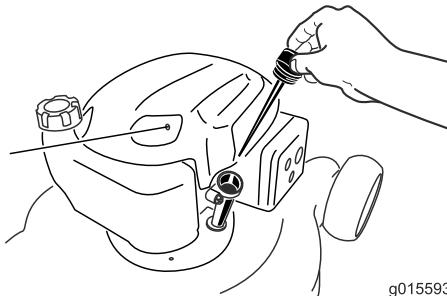

Figura 15
2. Rimuovete l'asta di livello, pulitela e inseritela nel tubo di riempimento dell'olio fino in fondo, ma **senza avitarla** (Figura 15).